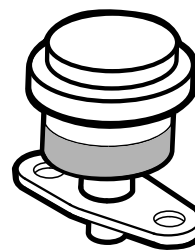

Figura 41
Effettuate la manutenzione del filtro primario dell'aria solo quando l'indicatore (Figura 41) lo richiede. Sostituendo il filtro dell'aria prima del necessario si aumenta il rischio che la morchia penetri nel motore quando si toglie il filtro.
1. Controllate la spia di ostruzione del filtro. Se la spia è rossa, è necessario sostituire il filtro dell'aria (Figura 41).